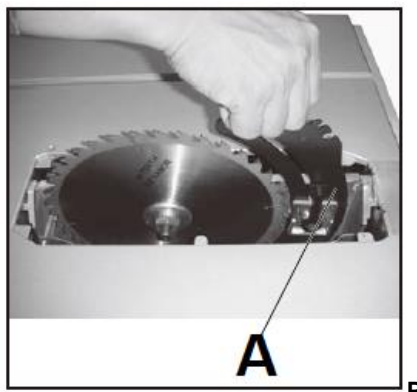

рис.15
- Возьмитесь за расклинивающий нож и сдвиньте его вправо, чтобы снять его со штифта. Затем потяните его вверх, чтобы штифты снова вошли в пазы ножа и зафиксировали его в верхнем положении. (А, Рис. 15).